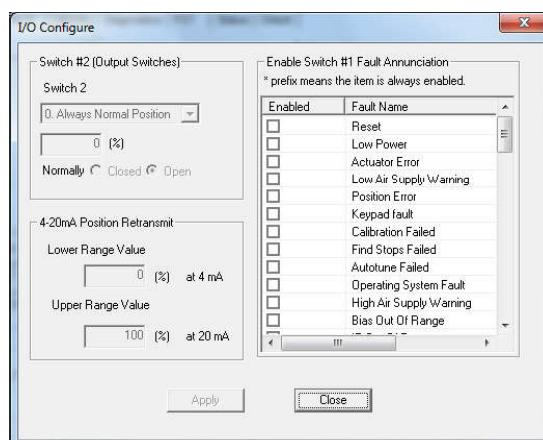

Рисунок 25 Окно I/O Configure (Конфигурация входов/выходов)
Данная процедура представляет собой пример того, как с помощью настроек, показанных на Рисунок 25, проверить, работает ли переключатель.
- Выберите вкладку Configure (Конфигурация). Появится окно, показанное на Рисунок 25.